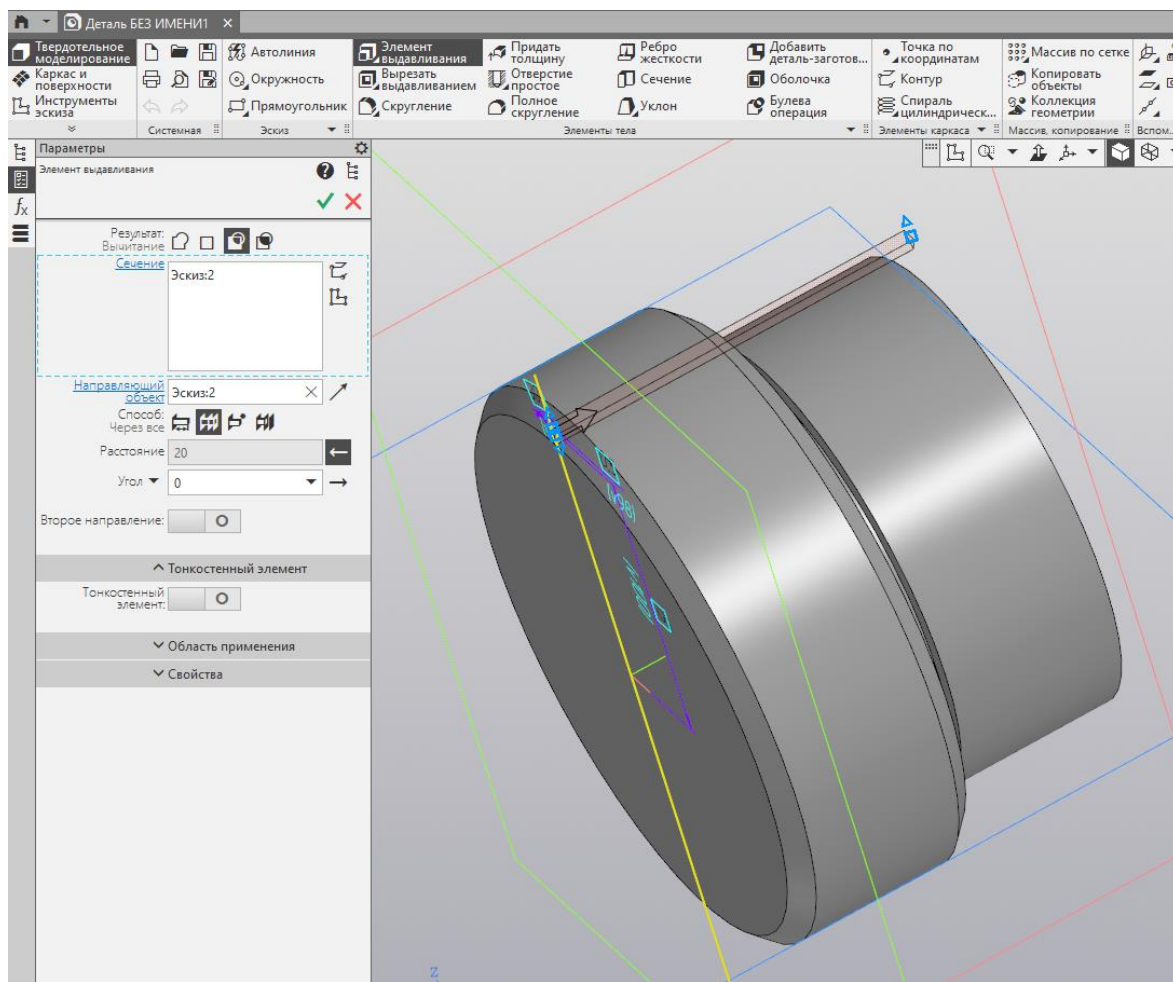
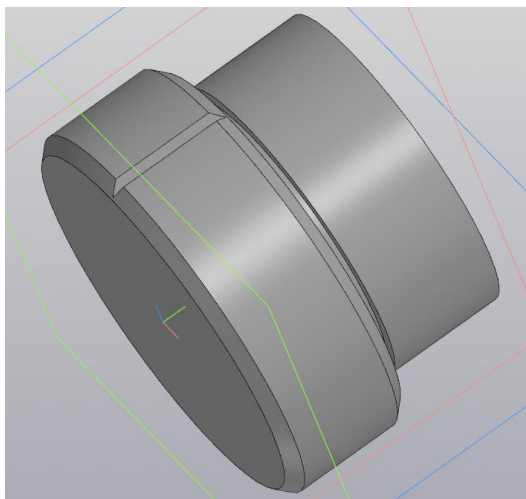

Рисунок 6 – Настройка элемента выдавливания
Рисунок 7 – Результат построения канавки
1.4 Выберите команду «Вырезать выдавливанием»  и убедитесь, что ваш эскиз автоматически выделился, а в окне с параметрами (рис. 6) выбран результат «Вычитание» и способ «Через все». При необходимости смените направление выдавливания. Результат выдавливания канавки показан на рис. 7.